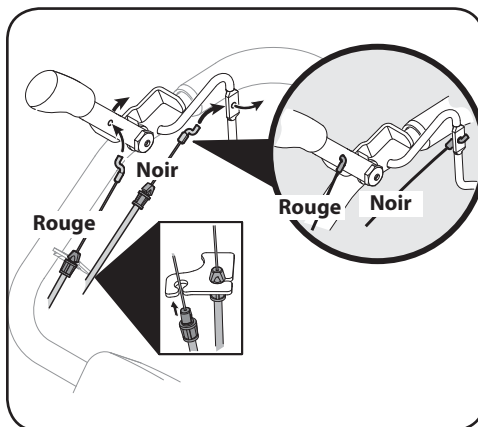

Figure 3-2
1. Installez les deux câbles le long du côté droit de la poignée. Voir Figure 3-2.
2. Faites passer le crochet de retenue du câble de marche arrière dans le trou de la commande de marche arrière de l'intérieur vers l'extérieur pour brancher le câble de marche arrière (rouge) à la commande. Voir Figure 3-2.
3. Faites passer le crochet de retenue du câble de marche avant dans le trou de la commande d'embrayage des dents de l'extérieur à l'intérieur pour brancher le câble de marche avant (noir) à la commande. Voir Figure 3-2.
4. Faites enclencher les attaches des câbles dans le support de câbles. Faites enclencher l'attache rouge (du câble de marche arrière) dans le trou supérieur du support de câbles, puis faites enclencher l'attache noire (du câble de marche avant) dans le trou inférieur du support de câbles. Voir Figure 3-2.